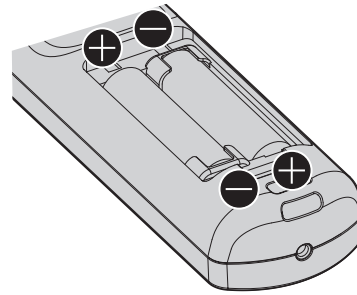

Abb. 2
- 2) Legen Sie die Batterien ein und schließen Sie den Deckel (legen Sie zuerst die **–**-Seite ein). (Abb. 2)